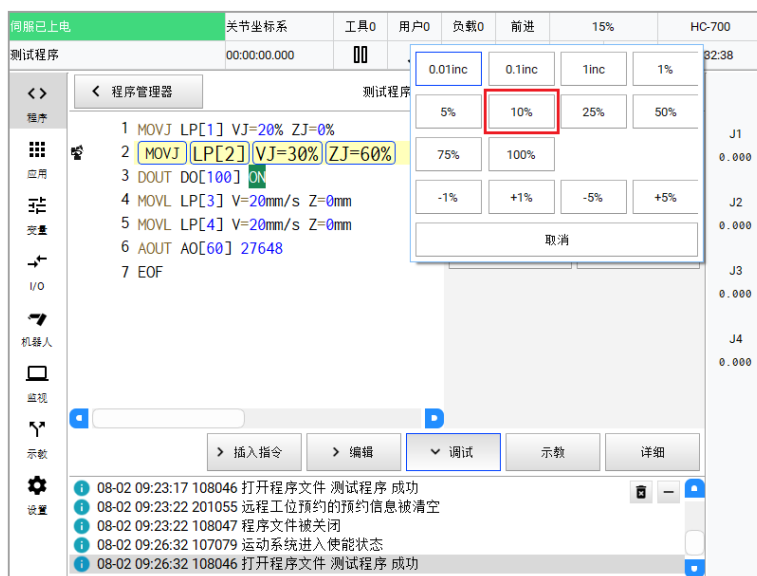

图8-4 程序试运行图-4
4. 调整速度到一个合适的速度,建议调整后速度倍率不要超过10%。如图8-4所示,图上圈出的两个位置均可修改速度。